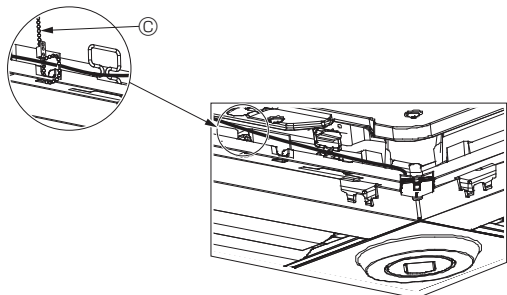

Fig. 5-13
- Fixez les fils du capteur i-See et du récepteur de signal au panneau à l'aide des fixations, comme indiqué sur le schéma, de sorte qu'il n'y ait pas de mou au niveau des fils, puis coupez le fil qui dépasse aux extrémités de la fixation. (Fig. 5-13)
- Si la position du capteur i-See a été permutée de la position "○" (E) à la position "□" (F), changez le paramétrage des commutateurs. (Voir page 44.)